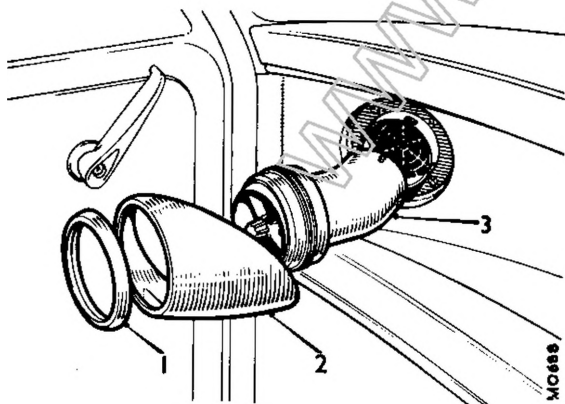

Fig. Rb.2
- (1) Svitare l'anello di ritegno della mascherina; staccare la mascherina (Fig. Rb.2); ruotare la bocchetta in senso antiorario e rimuoverla.